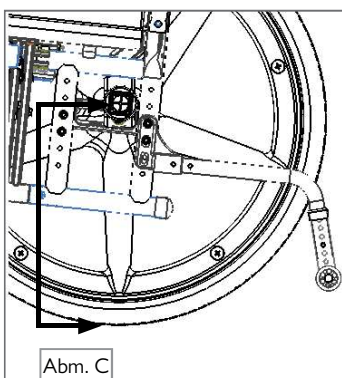
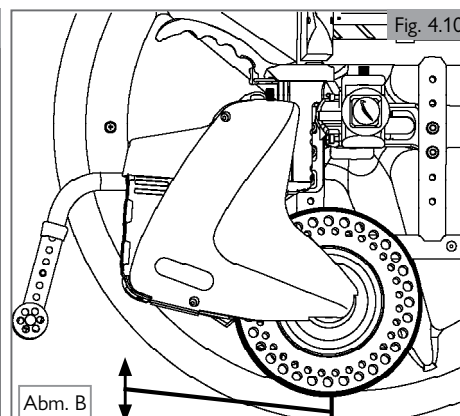

Fig. 4.8
Fig. 4.10
- Entfernen Sie beide Schrauben (7) mit einem 3 mm Inbusschlüssel. Sorgen Sie mithilfe des Schraubendrehers dafür, dass der Federanschlag (8) nicht herausfällt.
- Zum Erhöhen der Federkraft bringen Sie den Federanschlag (8) in einem Loch an, das näher zur Mitte der Baugruppe liegt. Verwenden Sie den Schraubenzieher, um den Federanschlag (8) mit den Verbindungselementen (7) auszurichten.
- Befestigen Sie die beiden Schrauben (7) so, dass der Federanschlag (8) ordnungsgemäß gehalten wird.
- Bringen Sie die Faltrahmen-Achsbaugruppe (1) am Rollstuhl an, um die Federkraft zu überprüfen. Passen Sie sie bei Bedarf an.
4.2 Obere Stellung des Rades einstellen (Fig. 4.8 – Fig. 4.10)